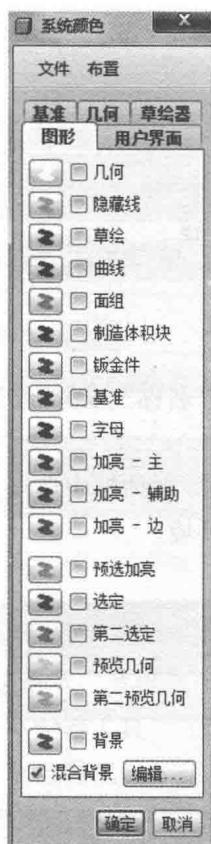

图 1-19 “系统颜色”对话框
③ 颜色设置。单击“视图”菜单的“显示设置”二级菜单中的“系统颜色”命令，系统弹出如图 1-19 所示的“系统颜色”对话框，在 Pro/E 中可以设置的系统颜色包含图形、用户界面、基准及几何，主要用来设置操作环境下的各种颜色，如绘图区背景、窗口面板颜